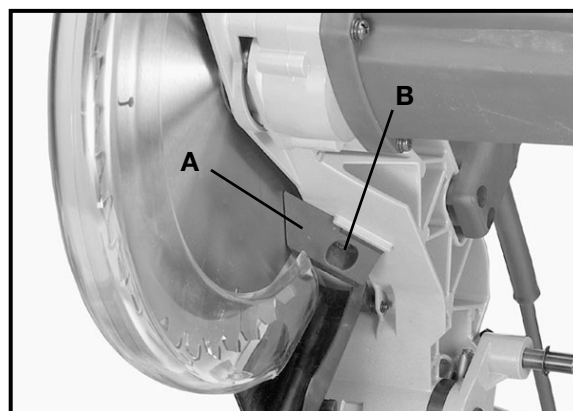

Fig. 26
2. Un déflecteur de copeaux (A) fig. 26 est fourni pour empêcher les chutes ou les morceaux de rebut d'entrer dans le protège-lame supérieur. Le déflecteur de copeaux (A) doit être réglé afin qu'il touche presque le côté de la lame, et ce, en serrant la vis (B), en réglant le déflecteur (A) et en resserrant la vis (B).